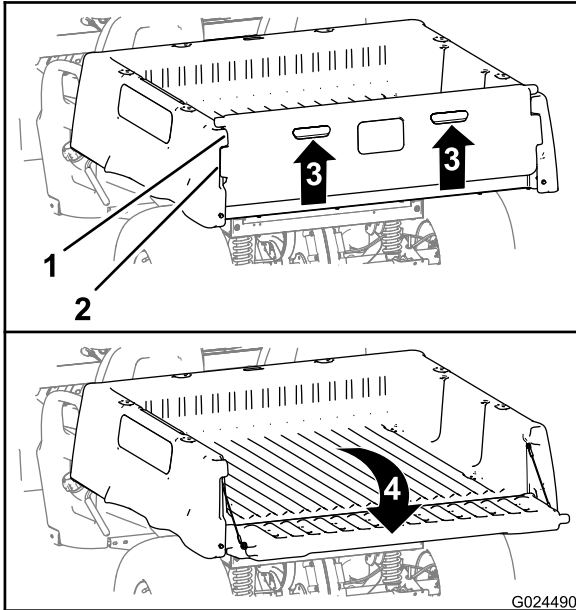

Bild 15
2. Heben Sie die Fingerzüge an der Rückplatte der Heckklappe an (Bild 15).
3. Fluchten Sie die Riegelflansche an der Heckklappe mit den Öffnungen zwischen den Heckklappenflanschen an der Ladepritsche aus (Bild 15).
4. Drehen Sie die Heckklappe nach hinten und unten (Bild 15).
6. Drehen Sie die Heckklappe nach oben und vorne, bis die Riegelflansche an der Heckklappe mit den Heckklappenaussparungen an der Ladepritsche bündig sind (Bild 15).
7. Senken Sie die Heckklappe ab, bis sie im Heck der Ladepritsche sitzt (Bild 15).